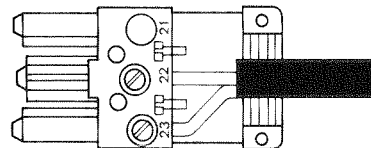

Abb. 3.7
1. Anschlußleitung vom Außentempersensor (2-adrig) in Gegenstecker **1** entsprechend Abb. 3.7 anschließen. Die Adern sind vertauschbar.